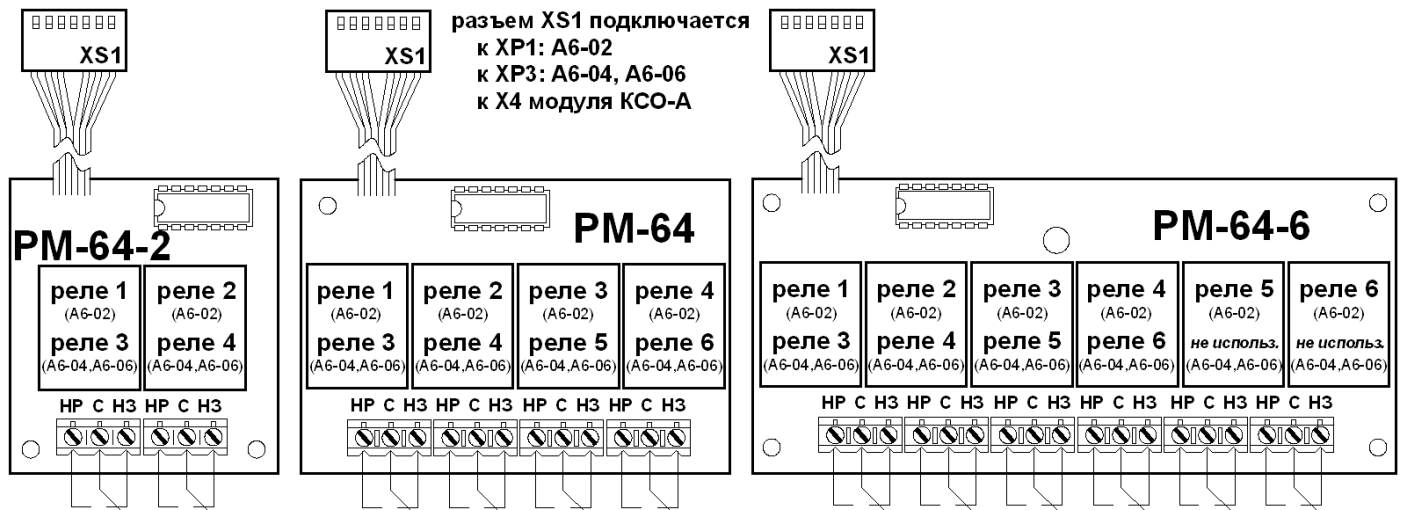

Рисунок 15 – Внешний вид модуля релейного РМ-64 (исполнение РМ-64-2, РМ-64 и РМ-62-6)
- при подключении устройств по линии связи RS-485 рекомендуется распределять общее их количество поровну на две линии связи RS-485 (X1 и X2), рисунок 15.